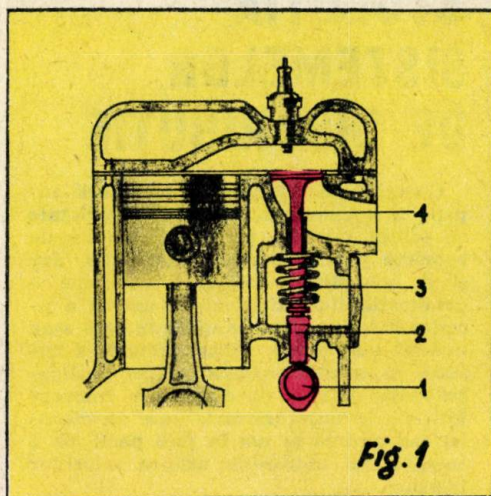

Fig. 1
Multe motoare din seriile vechi — printre care amintim pe cele ale autoturismelor Pobeda sau Moskvici de prin anii '50 — aveau motoare cu supape «laterale» (fig. 1). Este lesne de observat de unde provine denumirea sistemului: tachelul (2) aflat în contact cu cama (1), ca și coada supapei (4), trecînd printre spiralele arcului (3) au axa longitudinală paralelă cu axa longitudinală a cilindrului. Avantajele acestui sistem — privite în contextul performanțelor de atunci ale motoarelor — constau în absența culbutorilor, adică a unor piese intermediare supuse uzurii și înertiilor; însă umplerea cilindrului cu amestec era departe de a fi optimă. Dezavantajele au apărut atunci cînd s-a urmărit sporirea performanțelor motoarelor de cilindree mică și medie, prin creșterea regimului de rotație. Supapa laterală nu permite creșterea, peste o anumită limită, a debitului de amestec carburant, din mai multe cauze: în primul rînd, valoarea depresiunii create prin deplasarea pistonului scade în condițiile în care orificiul de acces a amestecului carburant este plasat lateral, față de spațiul de lucru al pistonului; apoi, din cauza plasării laterale a supapei, forma camerei de ardere nu prea putea varia în funcție de necesitățile construcțiilor, de concluziile obținute în activitatea de cercetare, care a demonstrat că procesul arderii este eficient în camere de ardere sferice (ideale) sau de tipul «as» și, deci, camera «Ricardo» (din figură) nu constituie unica soluție constructivă. Modificarea formei camerei de ardere, variația factorului de ejectare (raportul dintre suprafața frontală a pistonului și suprafața paralelă cu pistonul, din camera de ardere) au creat economie de carburant, prin diminuarea duratei procesului de ardere și prin ridicarea randamentului termodinamic al motorului. Din punctul de vedere al dinamicii gaze-